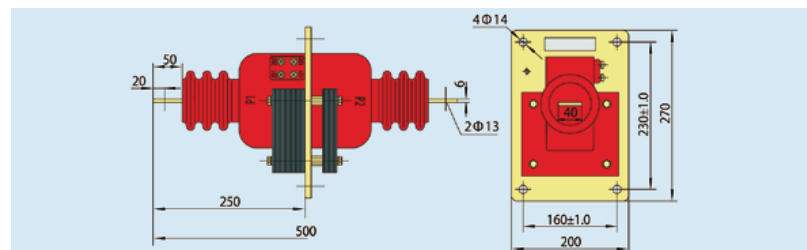

Рис. 6.1 Внешний вид и размеры трансформатора тока LA-10(Q) 5–300 А
6.1 Внешний вид и размеры трансформатора тока LA-10(Q) 5–300 А (см. рис. 6.1)